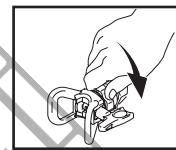

Fig. 19
4. Avvitare il gruppo sulla pistola. Serrare. (Fig. 19)